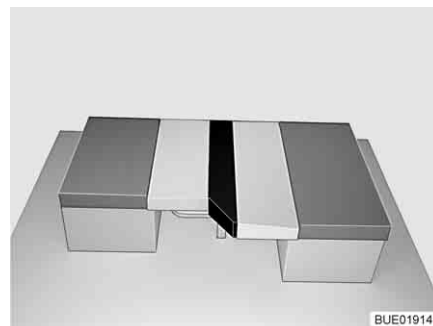

Fig. 94 Después de la transformación
- Colocar el cojín adicional entre el cojín del respaldo y el cojín del asiento del modo mostrado (véase Fig. 94).